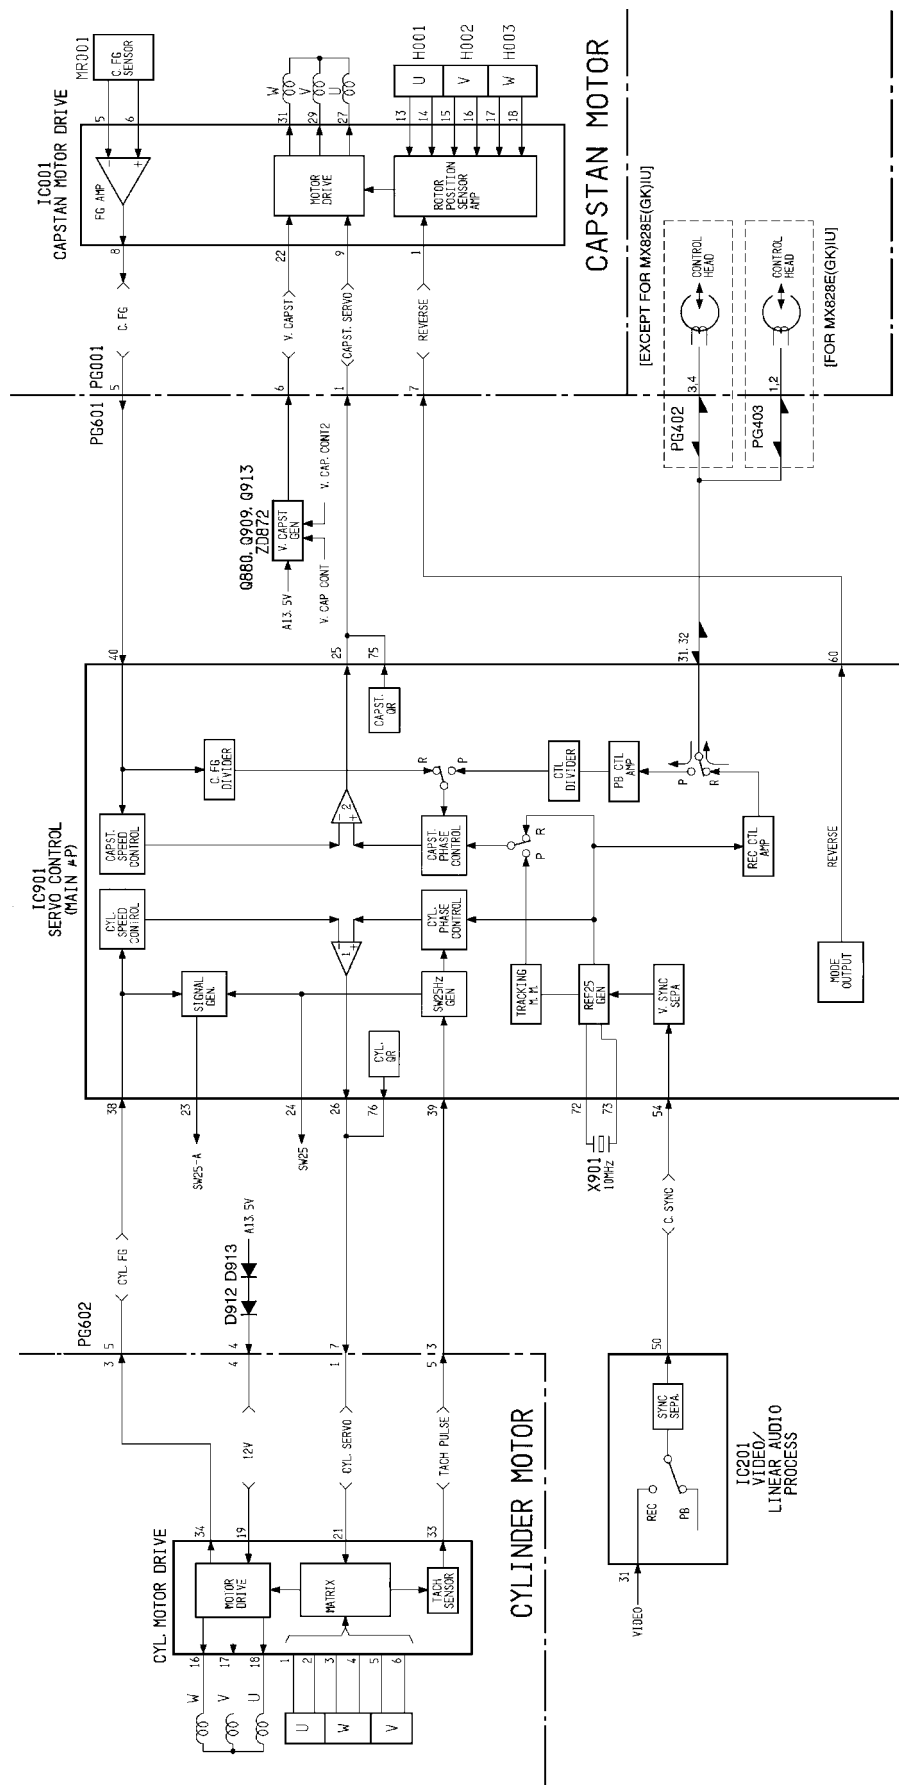

Рис. 4. Система управления приводом ведущего вала и блока головок
- Функциональным узлом процессора, одинаковым во всех его модификациях, является система управления электроприводами ведущего вала и блока головок (рис. 4). Эта часть процессора: